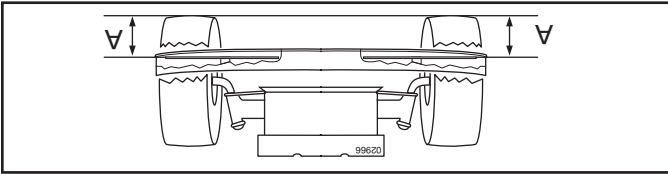

Fig. 28
- AJUSTEMENT LATÉRAL DE PRÉCISION (Voir la Fig. 28) Assurez-vous que vos pneus sont adéquatement gonflés, puis stationnez le tracteur sur un terrain de niveau ou une entrée de cour.